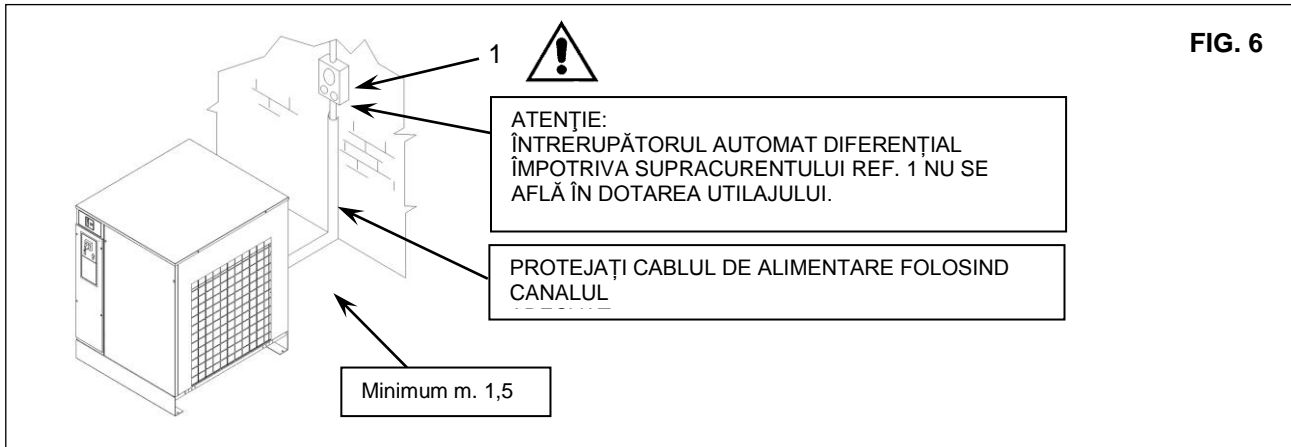

FIG. 6
- asigurați-vă că există suficient spațiu în jurul utilajului pentru a permite efectuarea lucrărilor de întreținere (consultați fig. 6).
- **Asigurați-vă că sistemul este prevăzut cu un dispozitiv de întrerupere automată la supracurent montat în amonte de utilaj, cu un dispozitiv diferențial (ref. 1 fig. 6), consultați schema de cablaj.**